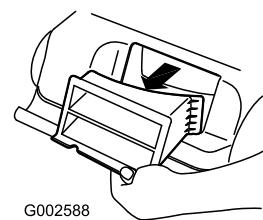

Bild 25
- Nehmen Sie die Heckauswurflappe ab (Bild 25).